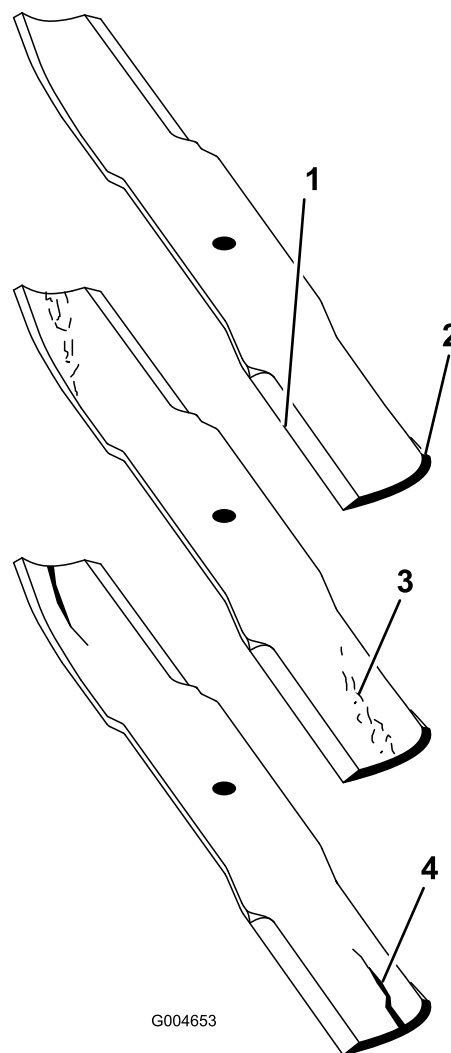

Figura 110
2. Examine cuidadosamente as extremidades da lâmina, prestando especial atenção à zona onde se encontram as partes curvas e planas da lâmina (Figura 110).
Nota: A areia e os materiais abrasivos podem desgastar o metal entre as partes plana e curva da lâmina; por isso, verifique a lâmina antes de utilizar a máquina. Se verificar que esta zona se encontra desgastada (Figura 110), substitua a lâmina.